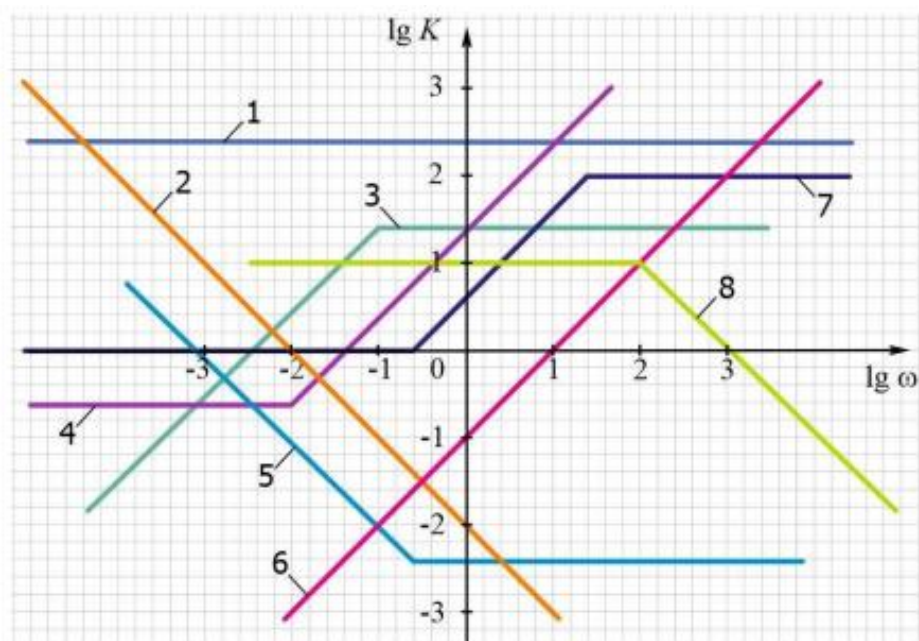

Рисунок 1 – Типовое расчетно-графическое задание
1. Выполните построение аппроксимированной ЛАЧХ для последовательного соединения звеньев 1 и 5 (рисунок 1). Определите значение амплитуды выходного сигнала системы при частоте входного гармонического сигнала 10 рад/с (принять амплитудное значение входного сигнала, равным единице). Ответ округлить до десятых.
2. Выполните построение аппроксимированной ЛАЧХ для последовательного соединения звеньев 2 и 8 (рисунок 1). Определите значение амплитуды выходного сигнала системы при частоте входного гармонического сигнала 100 рад/с (принять амплитудное значение входного сигнала, равным единице). Ответ округлить до десятых.
3. Выполните построение аппроксимированных ЛАЧХ для последовательного соединения звеньев 1 и 7 (рисунок 1). Определите значение амплитуды выходного сигнала системы при частоте входного гармонического сигнала 1 рад/с (принять амплитудное значение входного сигнала, равным единице). Ответ округлить до десятых.
4. Выполните построение аппроксимированной ЛАЧХ для согласно-параллельного соединения звеньев 2, 4 и 5 (рисунок 1). Определите значение амплитуды выходного сигнала системы при частоте входного гармонического сигнала 10 рад/с (принять амплитудное значение входного сигнала, равным единице). Ответ округлить до десятых.
5. Выполните построение аппроксимированной ЛАЧХ для согласно-параллельного соединения звеньев 1, 3 и 8 (рисунок 1). Определите значение амплитуды выходного сигнала системы при частоте входного гармонического сигнала 100 рад/с (принять амплитудное значение входного сигнала, равным единице). Ответ округлить до десятых.
6. Выполните построение аппроксимированной ЛАЧХ для согласно-параллельного соединения звеньев 2, 7 и 8 (рисунок 1). Определите значение амплитуды выходного сигнала
7. Выполните построение аппроксимированной ЛАЧХ для встречно-параллельного соединения звеньев 1, 2 и 3 (рисунок 1). Определите значение амплитуды выходного сигнала системы при частоте входного гармонического сигнала 1 рад/с (принять амплитудное значение входного сигнала, равным единице). Ответ округлить до десятых.
8. Выполните построение аппроксимированной ЛАЧХ для встречно-параллельного соединения звеньев 4, 5 и 6 (рисунок 1). Определите значение амплитуды выходного сигнала системы при частоте входного гармонического сигнала 10 рад/с (принять амплитудное значение входного сигнала, равным единице). Ответ округлить до десятых.